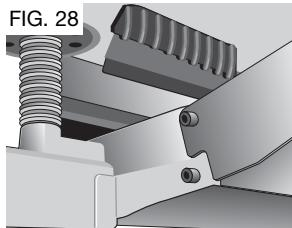

FIG. 28
7. Instale el tornillo hex más pequeño en el agujero menor con rosca que esté más abajo, a un lado de la base. Use la llave en T para apretar con firmeza ese tornillo (Fig. 28).
8. Presione el perno hex superior hasta que esté a nivel de la base y deslice el agujero superior de la mesa sobre el perno, liberando éste para que se bloquee (Fig. 28, 29).